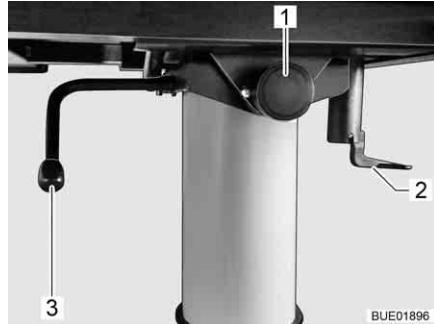

Bild 101 Inställning lyftbord
- För ned låsarmen (Bild 101,2).
- Fäll ned låsarmen (Bild 101,2).
- Dra knappen (Bild 101,1) på låsningen framåt och sväng bordsskivan uppåt.
- Sväng spaken (Bild 101,3) under bordsskivan 180° medurs. Lyftmekanismen i bordsbenet låses upp.
- Sväng spaken (Bild 101,3) under bordsskivan 180° medurs. Bordsskivan åker själv upp till det övre ändläget.